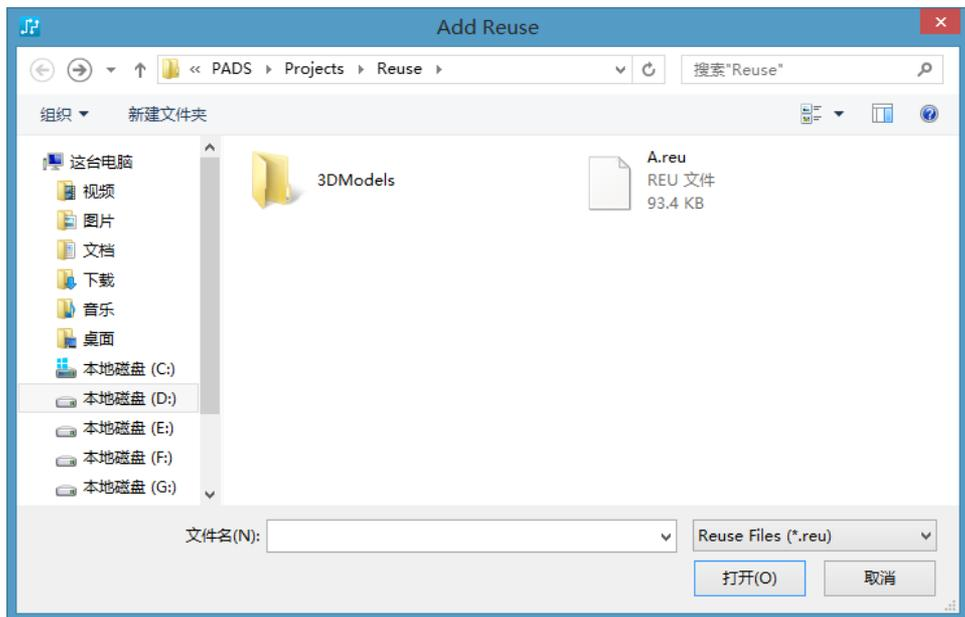

图 14-33 “Add Reuse”对话框
(1) 单击  图标按钮,弹出如图 14-33 所示的对话框,在该对话框中选择相应的复用文件。